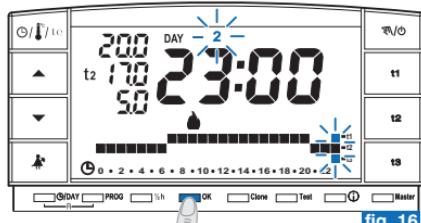

fig. 16
- Completado el perfil diario presionar OK para memorizarlo; luego modificar el perfil que corresponda a otro día o mantener presionada la tecla OK por 4 segundos para grabar el nuevo programa semanal (fig. 16).